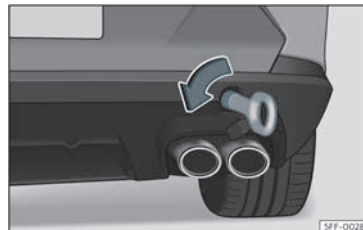

Fig. 46 No lado direito do para-choques traseiro: argola de reboque enroscada.
- Enrosque a argola de reboque no alojamento girando-a ao máximo **no sentido contrário ao dos ponteiros do relógio** >>> **Fig. 46** >>> ❶. Utilize um objeto adequado com o qual possa enroscar completa e firmemente a argola de reboque no seu alojamento.
❶ CUIDADO